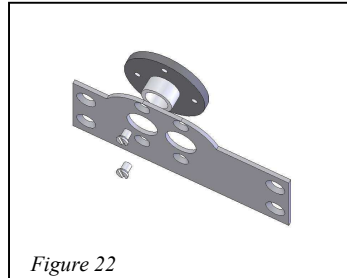

Figure 22
**Étape 16** : Placer un **palonnier (3)** sur le **support latéral (14)**. Voir *figure 22*.
Fixer à l'aide de deux **vis de 2mm (15)**. Voir *figures 22 et 23*.